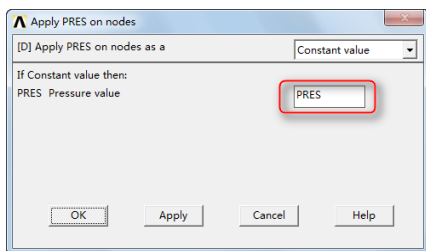
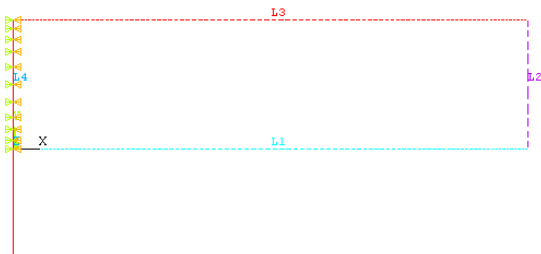

图 8-26 “Apply PRES on nodes”对话框
图 8-27 在 L4 施加压力载荷后的模型
②⑩依次选择 Main Menu→Preprocessor→Loads→Define Loads→Apply→Fluid/CFD→Pressure DOF→On Nodes，会弹出“Apply PRES on nodes”对话框。单击“Pick All”按钮，会弹出“Apply PRES on nodes”对话框，如图 8-26 所示。在“PRES Pressure value”输入框中输入 PRES，单击“OK”按钮关闭该对话框。施加压力载荷后的模型如图 8-27 所示。
②⑥ 依次选择 Main Menu→Preprocessor→Loads→Define Loads→Apply→Fluid/CFD→Pressure DOF→On Nodes，会弹出“Apply PRES on nodes”对话框。单击“Pick All”按钮，会弹出“Apply PRES on nodes”对话框，如图 8-26 所示。在“PRES Pressure value”输入框中输入 0，单击“OK”按钮关闭该对话框。